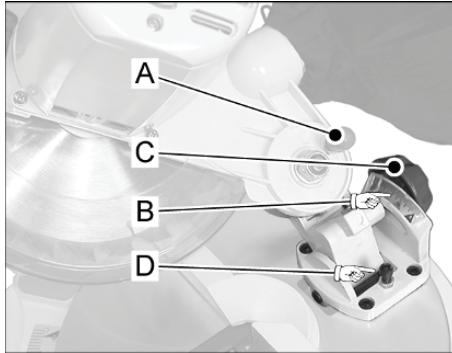

Рис. 9
- Фіксуючу ручку (С, Рис.9) на задній частині верстата необхідно послабити.
- Зніміть захисний кожух пилки (В, Рис. 9), відгвинтивши два гвинти (А) збоку.